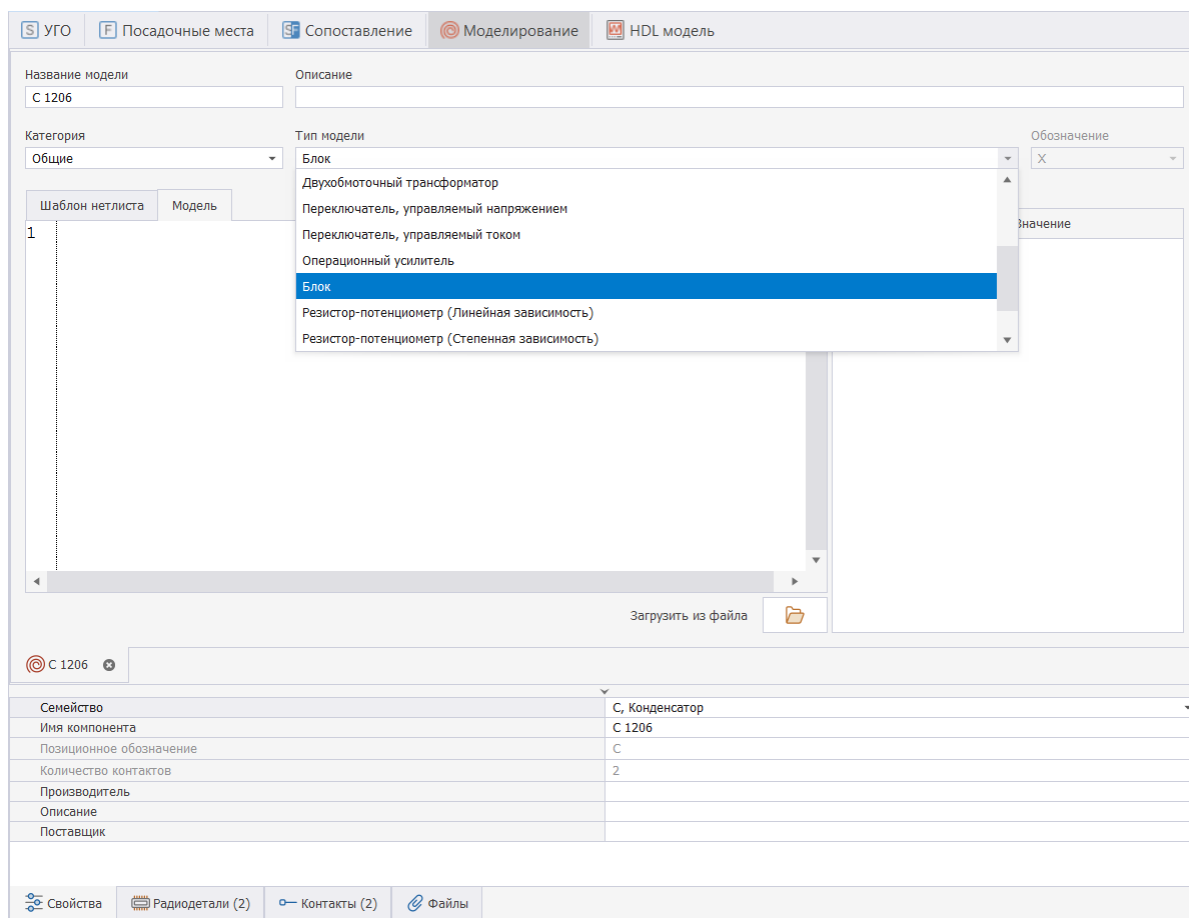

Рис. 11 Выбор типа модели
4. Выберите из списка тип модели, Рис. 11.